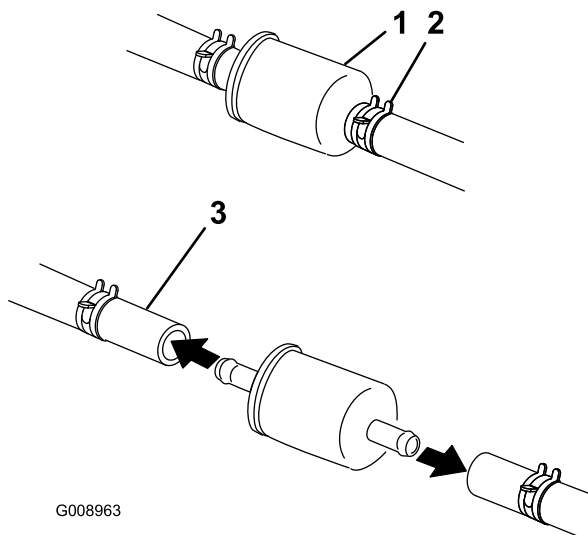

Figura 50
5. Cierre la válvula de cierre de combustible, situada detrás del asiento (Figura 50).
6. Apriete los extremos de las abrazaderas y deslícelas por el tubo alejándolas del filtro (Figura 50).
8. Instale un filtro nuevo y acerque las abrazaderas al filtro (Figura 50).